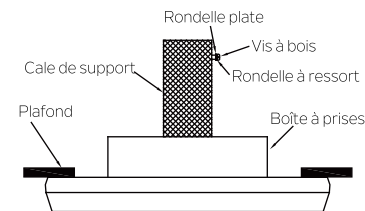

Fig. 10
Étape 1. Installez la vis à bois et les rondelles dans le côté de la cale qui retient la boîte à prise. Laissez 3 mm (1/8 po) entre la cale de support et la rondelle. (Fig. 10)